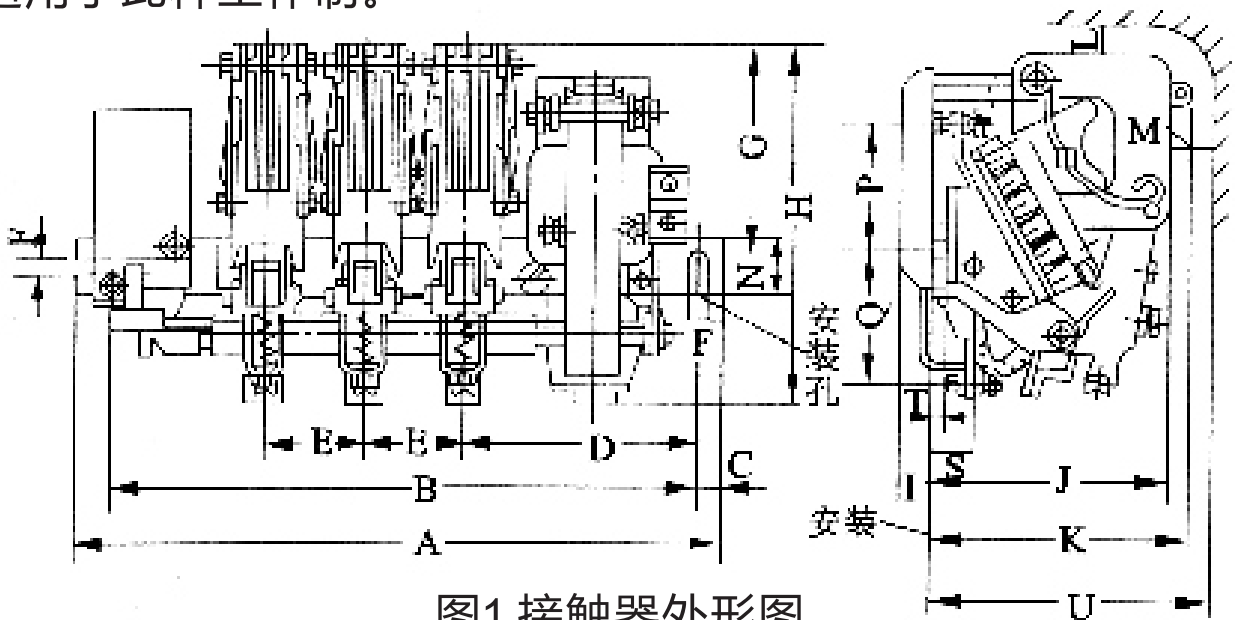

图1 接触器外形图
3.2 接触器外形与安装尺寸见图1和表2。
接触器制成开启式，其结构为条架平面布置(见图1)。电磁系统列居右、主触头居中、辅助触头居左，并装有可转动的停挡,整个布置便于监视和维修。